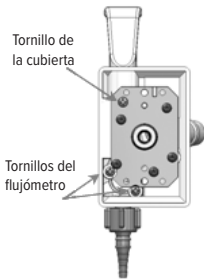
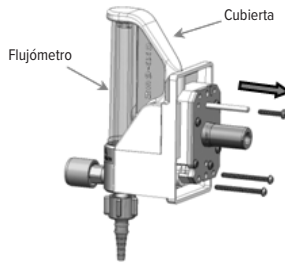

Figura 1
Figura 2
2. Con un destornillador Phillips, retire el tornillo de la cubierta y los tornillos del flujómetro (vea la Figura 2) (vea la Figura 1 para las ubicaciones de los tornillos).